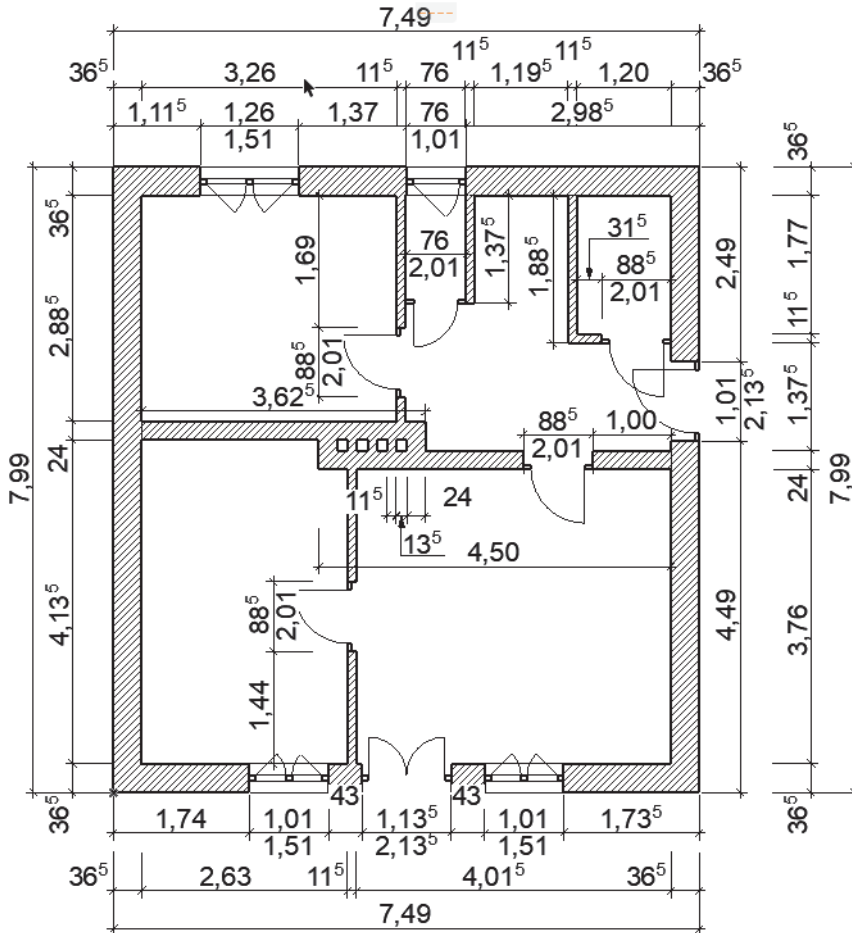

Abb. 1.12: Erste Beispielkonstruktion
Um schnell in die Konstruktion einzusteigen, sollen hier zunächst die Außenwände für einen einfachen Grundriss gezeichnet werden, dann Innenwände hinzugefügt und Fenster und Türen mit Standard-Bibliotheks-Elementen eingebaut werden. Die Maße sind in Abbildung 1.12 gegeben.
Sie können auch einfach die eine vorhandene Wand auf den gewünschten Abstand ziehen. Eine vorhandene oder zunächst an der falschen Position erstellte Wand ❶, ❷ wird mit dem PFEIL-Werkzeug ❸ angeklickt ❹, erscheint dann in Grün und bietet Bearbeitungsfunktionen in der PET-PALETTE ❺ an. Hiermit wird die Wand um den Abstand verschoben ❻, der aus Abbildung 1.12 ohne zusätzliches Rechnen entnommen werden kann ❻.